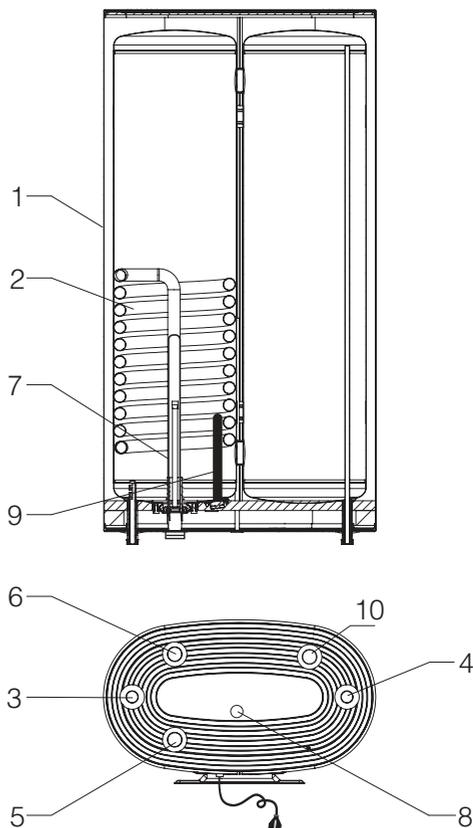

Рис. 1
**Бойлер с одним спиральным змеевиком AQUATEC COMFORT. Артикулы CW080, CW100 (рис. 1)**